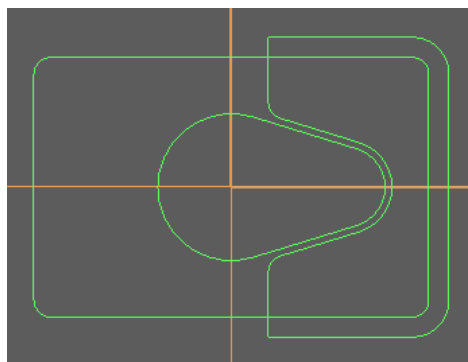

图 5-51 零件 2 的反面 CAD 建模
- 4) 作垂线 X11，修剪各处，完成后的图形如图 5-51 所示。